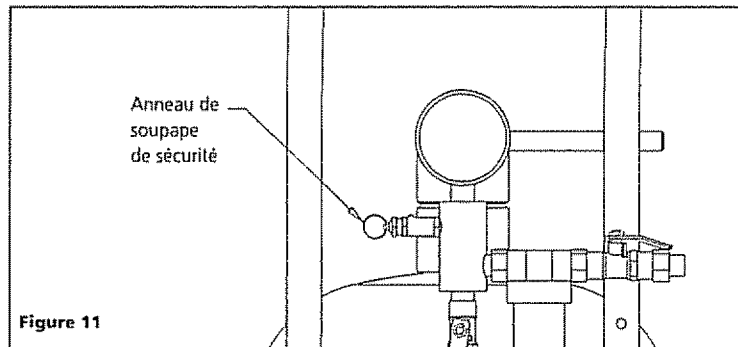

Figure 11
9. Inspecter la soupape de sécurité en tirant l'anneau de la soupape de sécurité (voir figure 11). La soupape laissera sortir un débit continu d'air comprimé. Regarder le manomètre du réservoir : la pression d'air devrait diminuer. Si l'entrée d'air au réservoir est plus grande que la sortie d'air par la soupape de sécurité, la soupape de sécurité est bloquée et doit être remplacée. Remplacer la soupape de sécurité par une pièce de rechange identique.